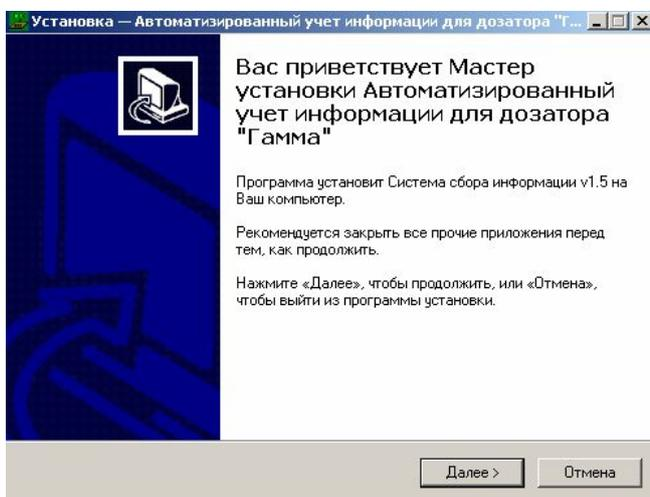

Рис. 1
2.1 Для начала установки настоящего ПО необходимо на установочном диске запустить файл setup.exe. После этого на экране появится окно установки (рис. 1)